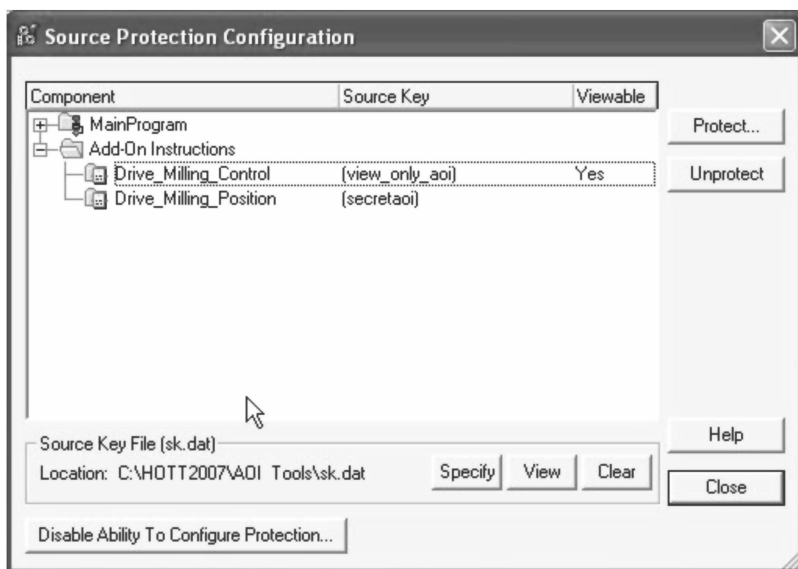

图 22-13 源代码保护配置对话框
17. 单击“确定”（OK）。界面应如图 22-13 所示。